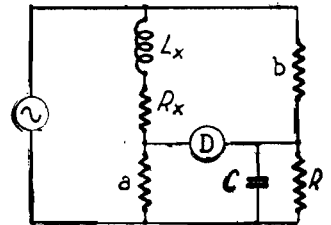
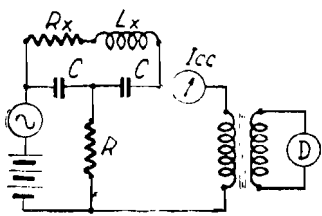

Figure 8
Figure 11
**Pont de Maxwell.** — Ce pont permet de mesurer une inductance à partir d'une capacité connue. Dans les deux bras opposés se trouvent des résistances pures,  $a$  et  $b$ ; dans les deux autres bras, la self à mesurer et la capacité étalon, munie d'une résistance parallèle (fig. 8). A l'équilibre, on a :
Signalons qu'il existe d'autres dénominations des types de ponts que nous venons de décrire. Par exemple le pont de la figure 5 est, quelquefois, appelé pont de Wien ; celui de la figure 8, pont de Hay.
Cette mesure peut se faire en modifiant légèrement le pont de la figure 8, mais plus facilement avec le schéma de la figure 11, appelé souvent montage en « T ponté ». Pour le zéro au détecteur, on a :